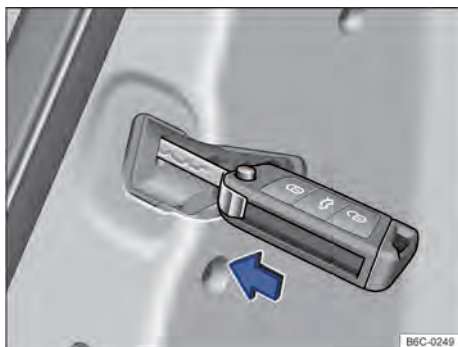

Fig. 52 En las puertas, delantera derecha y traseras: bloqueo de emergencia del vehículo con el paletón de la llave.
- Colocar el paletón de la llave en la entrecara de llave → fig. 52 y presionar.